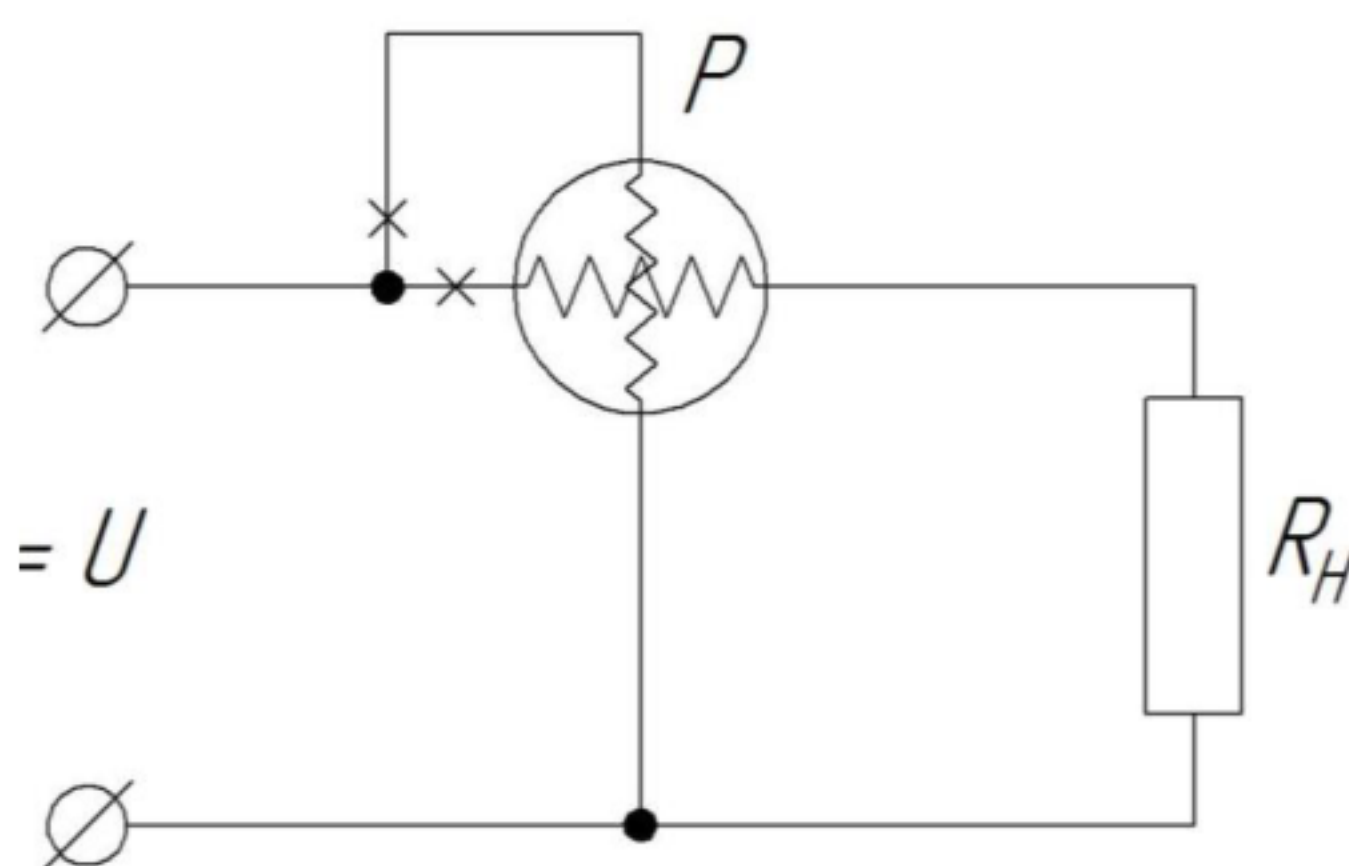

Рисунок 1.2. Схема электрическая принципиальная измерения активной мощности нагрузки.
- активной мощности прямым методом (Рис. 1.2),
Собрать схему, приведённую на Рис. 1.2 на стенде «**Теоретические основы электротехники**». В качестве источника постоянного напряжения использовать источник «**=15В**». Последовательно подключая в качестве нагрузки $R_H=100, 150, 220, 330$ Ом, произвести измерение активной мощности нагрузки. Результаты измерений занести в таблицу